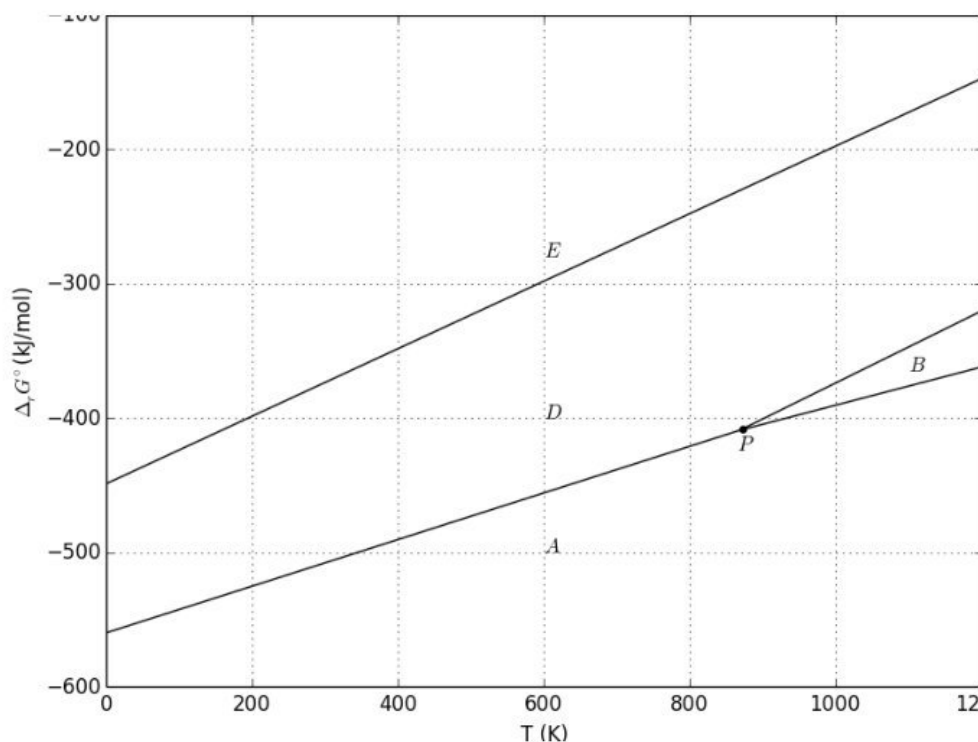

Figure 1 – Diagramme d'Ellingham du fer
- 4.5. La figure 1 ci-dessous donne le diagramme d'Ellingham simplifié du fer.
- 4.6. Quelle est la variance d'un système représenté par le point P de la figure 1 ? Commenter.
Reproduire la figure 1 sur votre copie et la compléter avec le tracé de $\Delta_r G^\circ(T)$